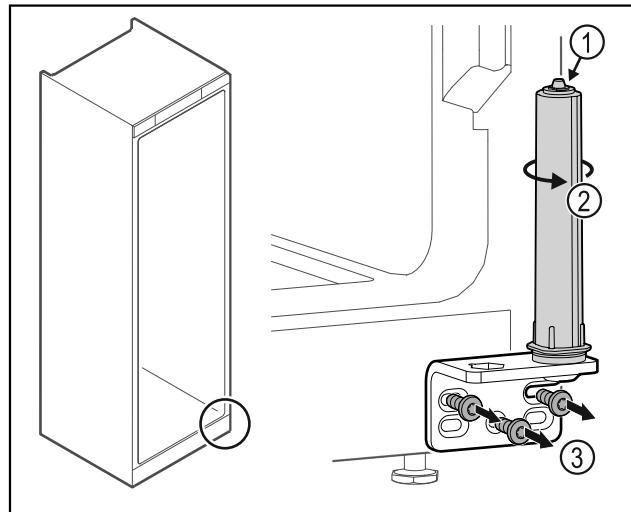

Fig. 38
- No desensamblar el sistema de cierre de la puerta Fig. 38 (1).
- Girar el sistema de cierre Fig. 38 (2) hasta que haga clic.
► Desatornillar la escuadra de bisagra Fig. 38 (3).